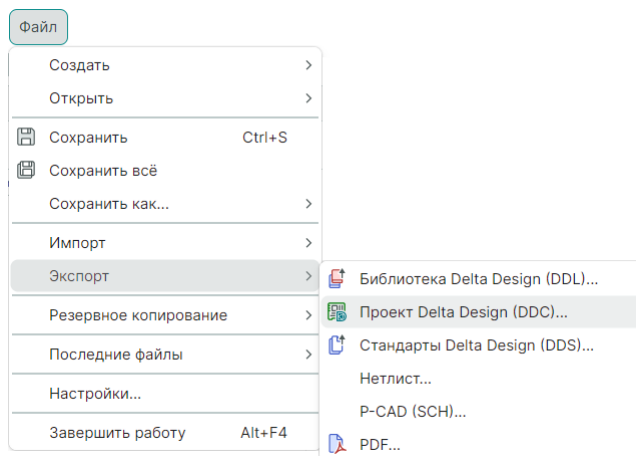

Рис. 298 Синхронизация через экспорт проекта
3. Осуществите экспорт проекта, см. Рис. 298.